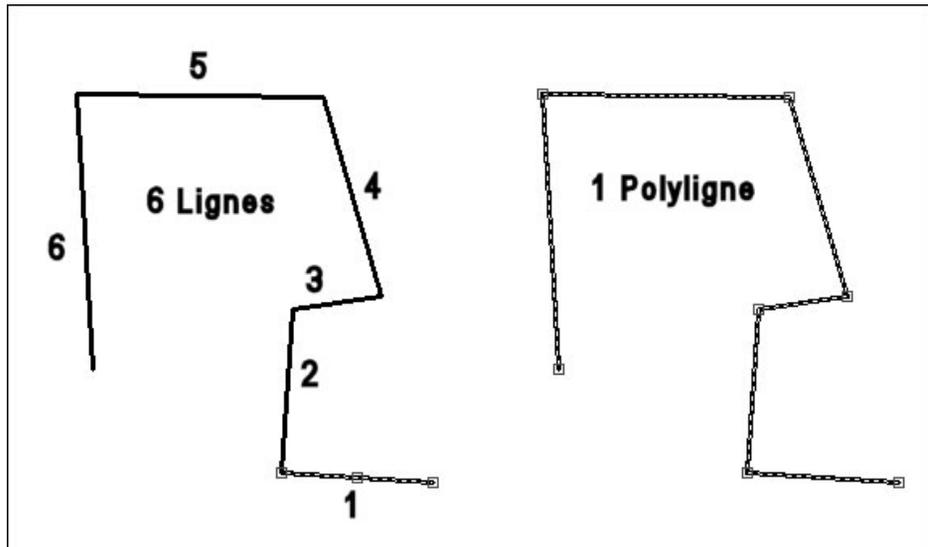

Fig.4.17
**Pour transformer un ensemble de lignes (qui doivent être jointives) en une polyligne, la procédure est la suivante (fig.4.17) :**
- 1 Sélectionner la première ligne (1).